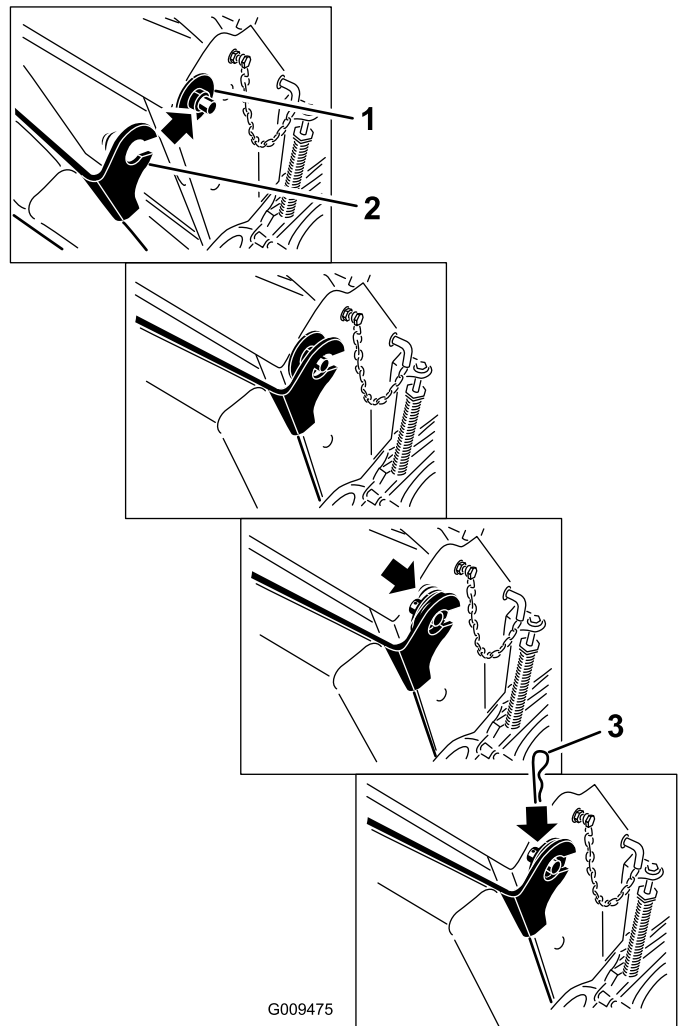

Figura 35
6. Sollevate il cuscino e inseritelo nei perni su entrambi i lati della macchina (Figura 35).
7. Inserite le boccole di plastica delle rondelle grandi nelle staffe del cuscino e fissatele con una coppiglia (Figura 35).